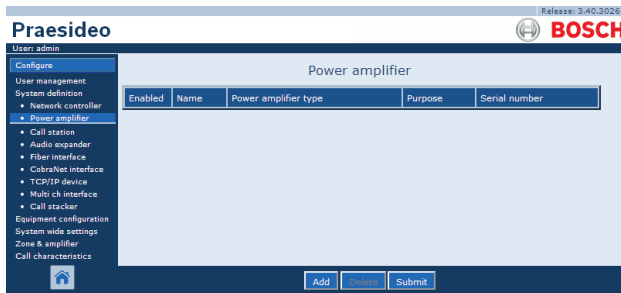

Abbildung 42.4: Neue Endstufe hinzufügen, Schritt 1
- 1 Gehen Sie zu *Configure > System definition > Power amplifier*. Im Main Frame der webbasierten Benutzeroberfläche wird ein Bildschirm angezeigt, der dem in Abbildung 42.4 gleicht.